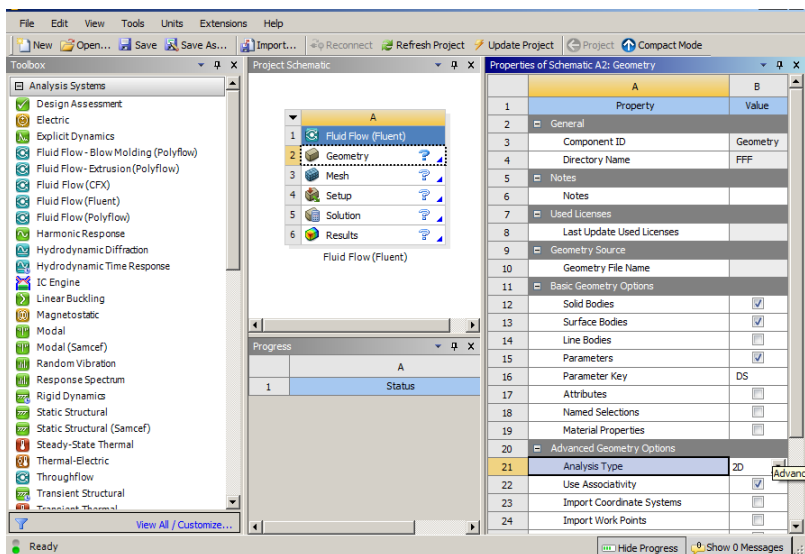

Рис. 4 Выбор двухмерного типа анализа
**Шаг 4.** Затем следует выбрать режим двухмерного расчета течения (2D). Для этого в меню свойств компонента *Geometry* в поле тип анализа (*Analysis Type*) указывается в выпадающем меню двухмерный (2D) (рис. 4).